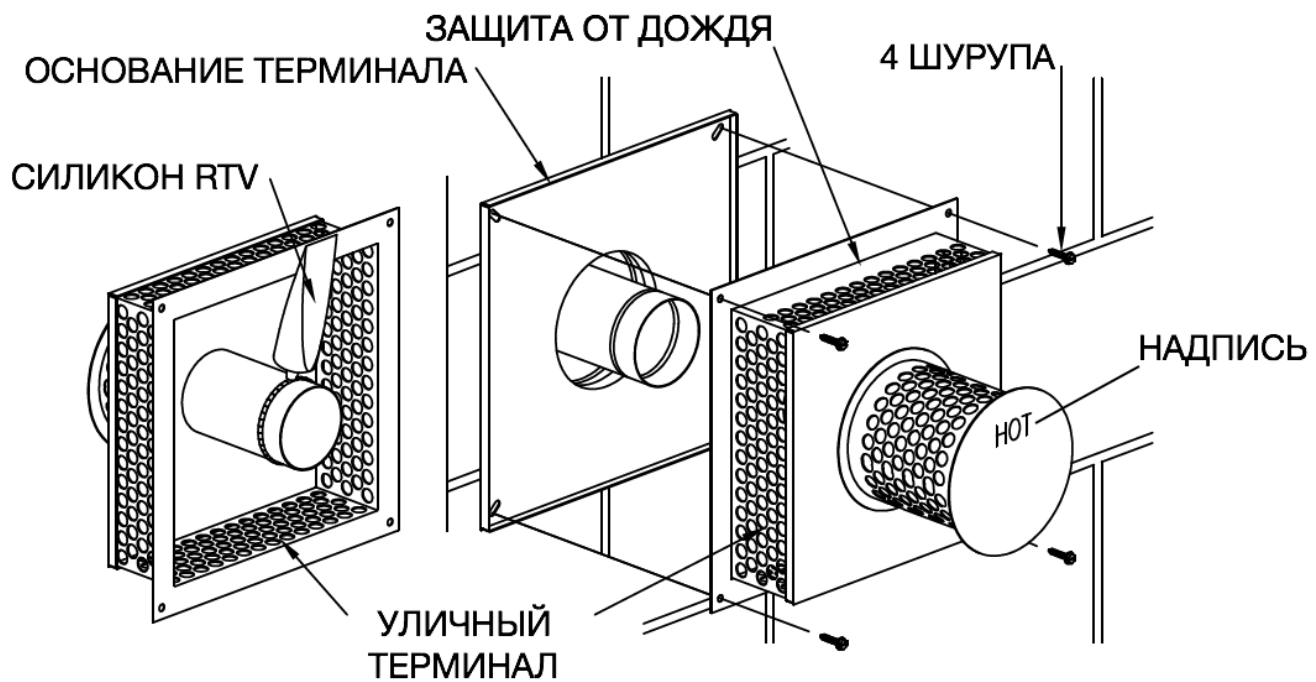

Рисунок 24
10. Возьмите в руки уличный терминал и нанесите прилагаемый силикон RTV по окружности трубы на термине на расстоянии примерно 2.5 см от края. Вставьте трубу уличного терминала во внутреннюю трубу, торчащую из стены, до упора (до касания со стеной). Убедитесь, что надпись HOT на термине не перевернута. Четырьмя шурупами закрепите терминал на стене (Рисунок 24).